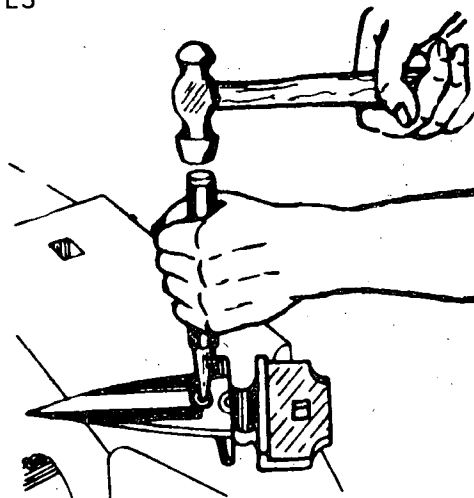

Fig. 4
- c) Remove the rivet (Fig. 4).